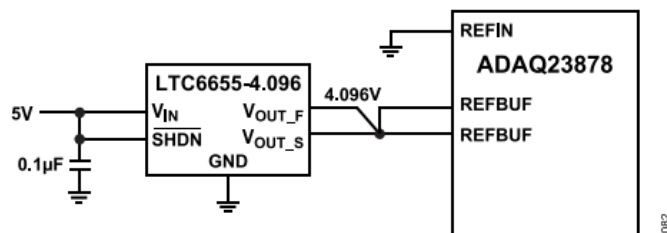

図 83. LTC6655を使用したREFBUFのオーバードライブ
4.096Vの外部リファレンスをREFBUFピンに接続して、内部リファレンス・バッファをオーバードライブすることもできます（図83参照）。これを実行するには、REFINをグラウンドに接続してリファレンス・バッファをディスエーブルする必要があります。外部リファレンスは、高速過渡応答性能を備えていることが必須であるため、REFBUFピンで0.5mA～1.6mAの負荷を駆動できます。REFBUFをオーバードライブする場合は、LTC6655の使用を推奨します。